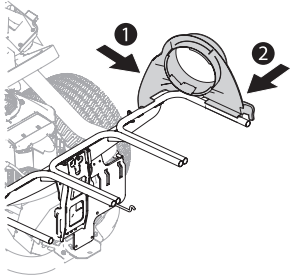

Figura 12
2. Coloque el soporte del canal superior (731-17272) en su lugar primero sujetando la parte lateral al riel del conjunto de la embolsadora (1) como se indica en la Figura 12.
3. Calce a presión el lado delantero del soporte del canal superior al riel del conjunto del colgador (2), como se muestra en la Figura 12.